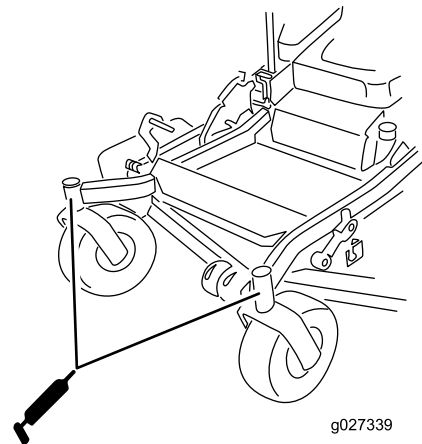

**Figura 45**
5. Engrase el brazo tensor de la correa de transmisión (Figura 45).